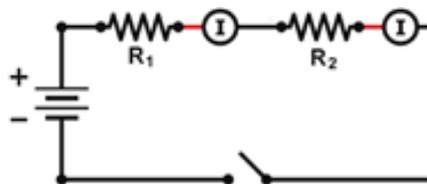

Figura 5.5: Circuito em série.
- Monte o circuito mostrado na Figura 5.5. Use um resistor de  $10 \Omega$  como  $R_1$  e um resistor de  $33 \Omega$  como  $R_2$ .